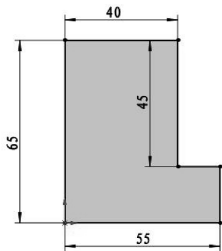

图 3-17 绘制草图
- 绘制如图 3-17 所示的旋转剖面图，完成后单击【退出草图】按钮，退出草绘模式。